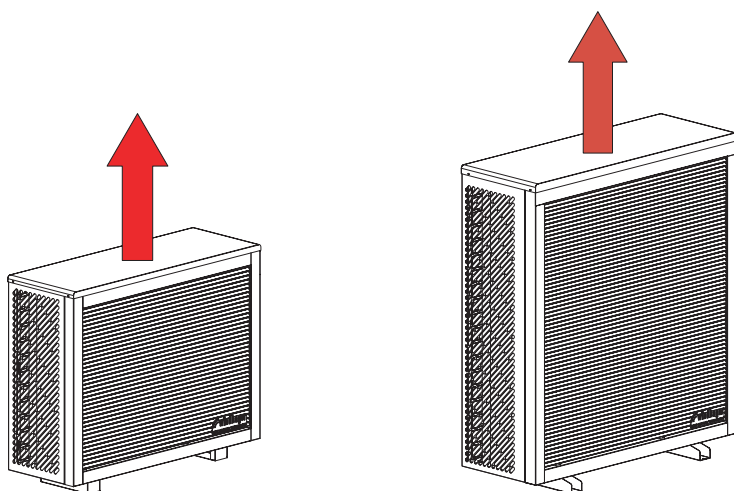

Fig. 28 Abdeckung entfernen
- Bei der Abdeckung seitlich alle Schrauben entfernen und Abdeckung abnehmen – Fig. 28.